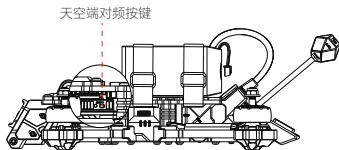

图 1-2
- ① 分别给飞行器与飞行眼镜通电。
- ② 通电后，按下天空端对频按键 [图 1-2]，天空端对频状态指示灯红灯闪烁。